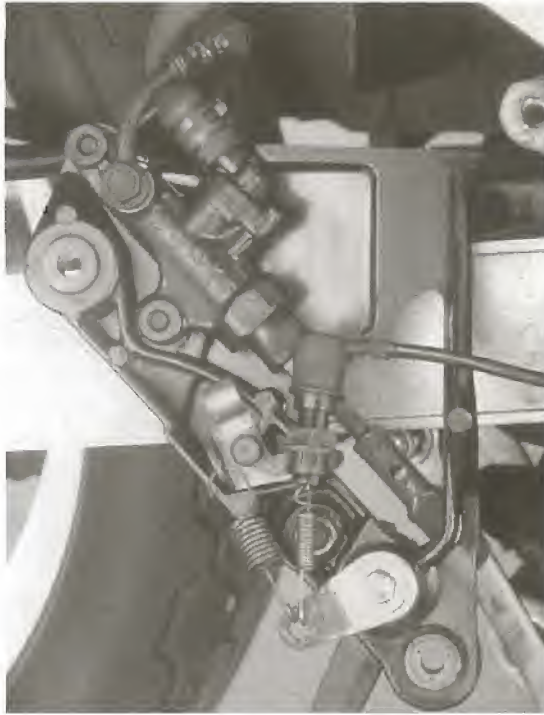

Bild 39
- Bremspedal soll 35 mm unter Fussrastenniveau liegen. Einstellung bei abgenommener Fussrastenhalterung vornehmen (Bild 39).